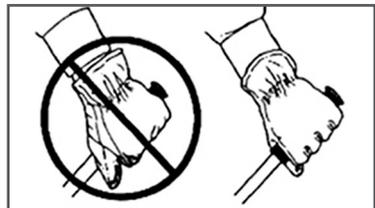

Рис. 9. Правильный захват рукоятки мотобура
3. Крепко возьмитесь за рукоятки мотобура правой и левой руками (Рис. 9).